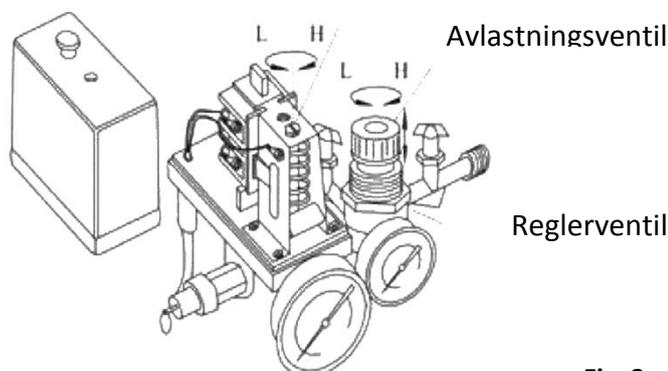

Fig. 3
- 1) Kompressorn styrs vid normal drift av en tryckströmställare. Den kan stoppas automatiskt när trycket stiger till högsta, och återstarta när trycket faller till lägsta. Märktrycket justerades på fabriken. Ändra det inte vårdslöst. Så snart motorn stängs av ska tryckluften i utloppsröret släppas ut genom avlastningsventilen under strömställaren. Detta måste utföras före återstart, eftersom motorn annars kommer att skadas. Märktrycket kan justeras genom att vrida brytarens justerskruv (Fig. 3).
- 2) Tryckluftens utloppstryck kan justeras med reglerventilen. Dra upp knappen på reglerventilen och vrid den medurs eller moturs för att höja eller sänka trycket (Fig. 3).